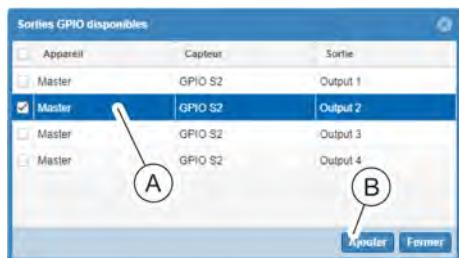

Fig. 124 : Fenêtre « Sorties GPIO disponibles »
9. ➤ Sélectionner la sortie souhaitée sur le module GPIO (Fig. 124 /Ⓐ) et appuyer sur le bouton « Ajouter » (Fig. 124 /Ⓑ) pour enregistrer la sélection.